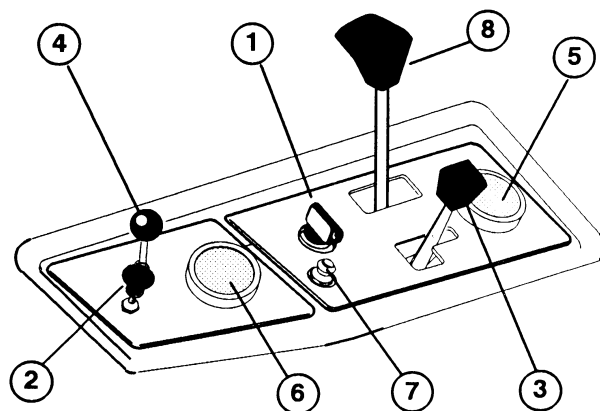

Figure 6
**Commutateur d'allumage** (Fig. 6)—Le commutateur d'allumage, qui sert au démarrage et à l'arrêt du moteur, a trois positions: OFF (Contact coupé), ON (Contact établi) et START (Démarrage).
**Starter** (Fig. 6)—Pour mettre le moteur en marche, fermer le volet de starter du carburateur en tirant au MAXIMUM la commande du starter. Une fois que le moteur a démarré, régler le starter de manière à obtenir un fonctionnement régulier du moteur. Dès que possible, repousser la tirette de starter à fond (ouverture maximum du volet).
**Accélérateur** (Fig. 6)—L'accélérateur sert à régler le régime du moteur. Pousser la commande en avant vers FAST pour augmenter le régime moteur ; tirer la commande en arrière vers SLOW pour réduire le régime.
**Commande des jets de lavage** (Fig. 6)—Tirer la manette vers le haut pour actionner le système de lavage au jet des rouleaux. Déplacer la manette de commande vers le haut ou le bas pour ajuster le débit des jets et maintenir les rouleaux exempts de débris.
**Compteur d'heures** (Fig. 6)—Le compteur d'heures indique le total des heures de fonctionnement du moteur. Utiliser ce compteur pour déterminer les intervalles d'entretien et de graissage.
**Manomètre d'eau** (Fig. 6)—Indique la pression d'eau d'alimentation dans le système. Joue aussi le rôle de contacteur d'interverrouillage pour empêcher la pompe à eau de démarrer si la pression d'eau est inférieure à 138–193 kPa ou pour arrêter la pompe à eau si la pression tombe en-dessous de 48–89,6 kPa. Contrôler fréquemment le manomètre pour surveiller la pression d'eau.
**Bouton de réarmement du disjoncteur** (Fig. 6)—Ce bouton-poussoir sert à réarmer le disjoncteur après la correction d'anomalies de fonctionnement dans le système électrique. Il sert aussi d'interrupteur pour couper l'alimentation des relais.
**Levier de commande d'espacement** (Fig. 6)—En éloignant la commande de la poignée, on augmente la vitesse de déplacement en aération et la distance entre les trous. En rapprochant la commande de la poignée, on diminue la vitesse de déplacement en aération et la distance entre les trous. Le réglage est neutralisé lorsque la machine est mise en position transport.